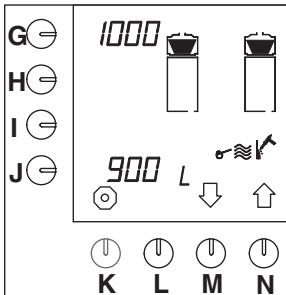

Abb. 26 Entkalkungszählwerk für das Kaffeebrühsystem
- Das Entkalkungszählwerk erscheint im Display (Abb.26).